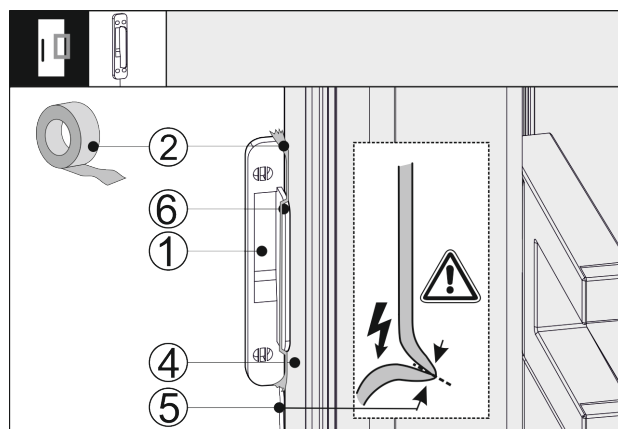

Fig. 42
- Colocar el sensor de golpes Fig. 42 (1) contra el lateral de la puerta del electrodoméstico Fig. 42 (4) de forma que el tope Fig. 42 (6) esté en contacto con la puerta del electrodoméstico Fig. 42 (4). El cable del sensor Fig. 42 (5) está ligeramente tensado y también está sujeto a la puerta del electrodoméstico Fig. 42 (4).
- Fijar el sensor de golpes Fig. 42 (1) con cinta adhesiva Fig. 42 (2). El sensor de golpes se atornilla posteriormente al frente de mueble.